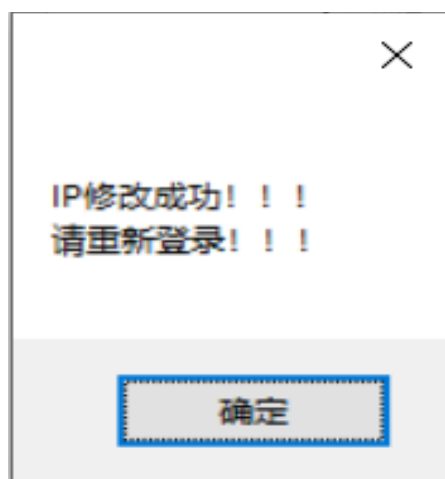

图 4-13 IP 修改成功
- ① 输入新的 IP、端口号、掩码、网关，所有文本框不能为空。
- ② 点击“修改 IP”，弹出提示如图 4-13 IP 修改成功，等待雷达自动重启(约 50s)。
- ③ 更改本机 IP，能 ping 通新的雷达 IP，重新登录。